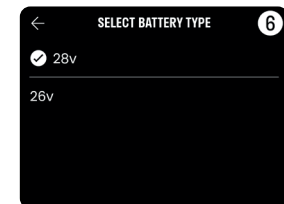

Abb. 3 – Batterieeinstellungen
3. Wenn Sie einen Akku mit grau/schwarzem Ladeanschluss verwenden, wählen Sie 28V (Abb. 3).